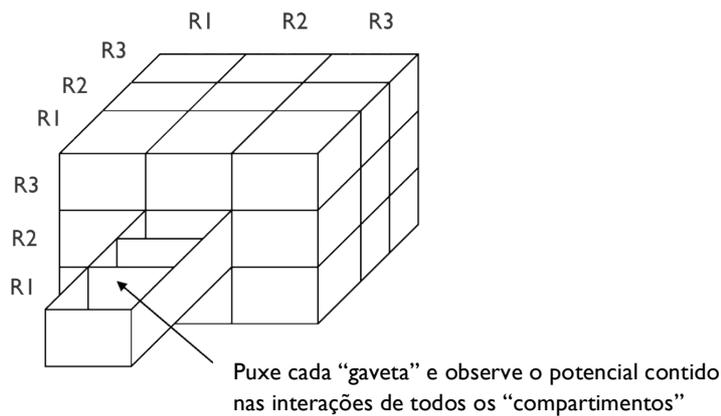

Figura 1: Caixa Zwicky de Três Parâmetros
3. Construir a caixa morfológica, uma matriz multidimensional contendo todos os riscos potenciais - veja a Figura 1.